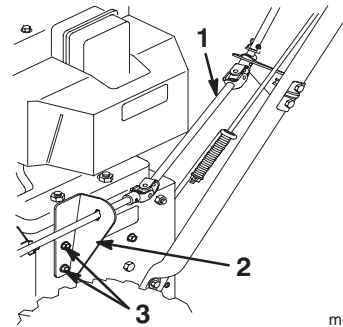

Figure 15
1. Enlevez les deux vis du support de la tige de commande sur le côté gauche du châssis (Fig. 15).
4. Posez le support à l'aide des deux vis (Fig. 15).